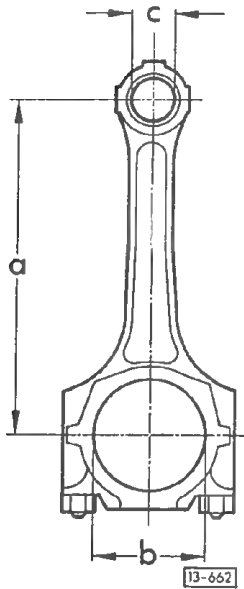

Fig. 9 Caractéristiques distinctives de la bielle
- Caractéristiques distinctives — fig. 9